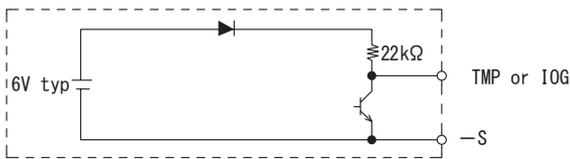

図4.1 TMP、IOG内部回路構成
■電源の過熱を検知すると、TMPがH→Lになります。TMP回路の構成・仕様は、図4.1・表4.1のようになります。
IOG回路の構成・仕様は、図4.1・表4.1のようになります。